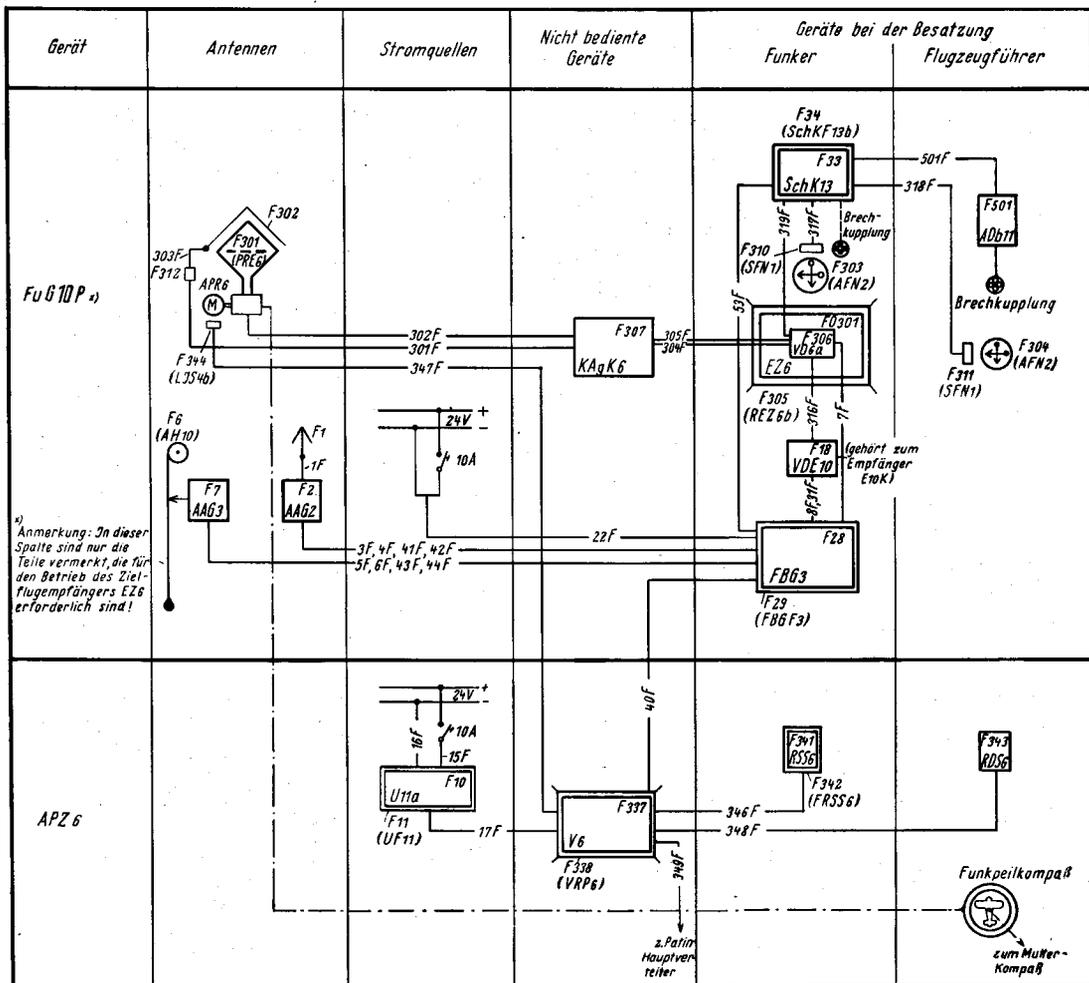

Abb. 1 Übersichtsplan für FuG 10 P mit APZ 6
2. Die folgenden Übersichtspläne (vgl. Abb. 1 und 2) vermitteln einen Überblick über den grundsätzlichen Umfang der beiden Einbauarten.